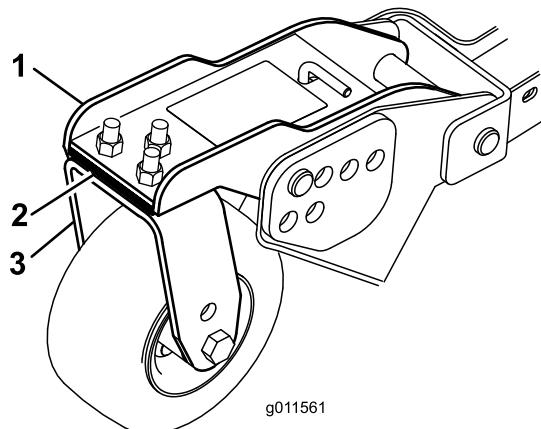

Bild 29
3. Stellen Sie die Beilagscheiben (3 mm) an den vorderen Laufradgabeln auf die entsprechende Schnitthöhe auf dem Aufkleber ein (Bild 29).
3. Wenn die innere Schnittkante des Seitenmähwerks im Verhältnis zur äußeren Kante des Frontmähwerks zu hoch ist, entfernen Sie eine Beilagscheibe (3 mm) von der Unterseite des vorderen inneren Laufradarms am Mähwerk (Bild 29).